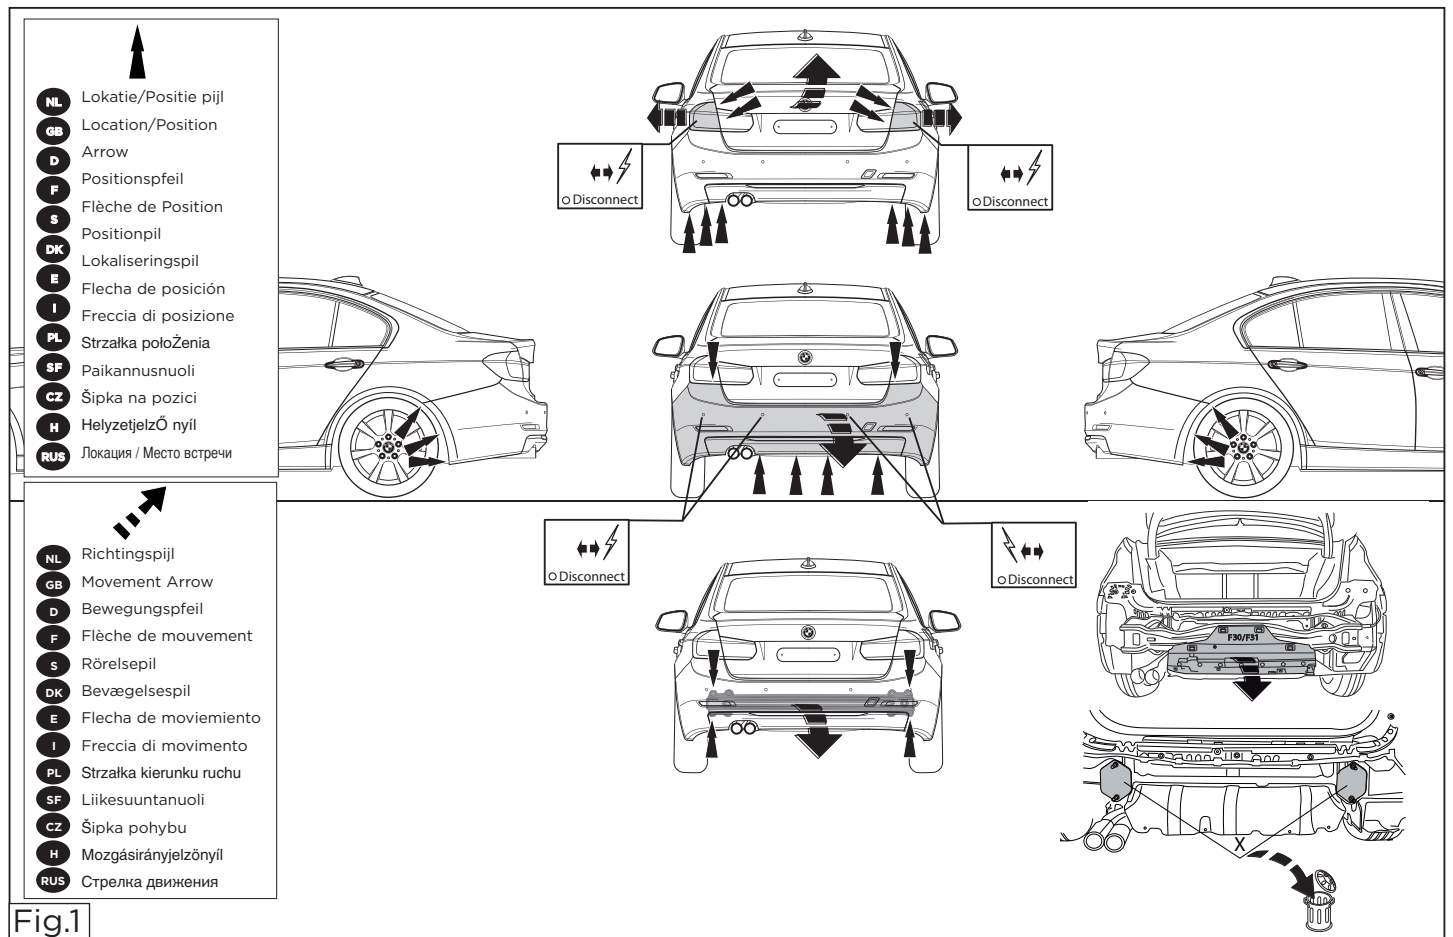

Fig.1
1. Remove the rear-light units. See figure 1.
3. Remove the bumper and the steel buffer beam from the vehicle. Remove the plastic cap from the metal bumper. The buffer beam will no longer be needed. Remove any stickers that may be present at the points X of attachment. See figure 1.
1. Die Rücklichter abmontieren. Siehe Abbildung 1.
3. Die Stoßstange einschließlich des stählernen Stoßbalkens vom Fahrzeug abmontieren. Entfernen Sie die Kunststoffkappe von der Metallstoßstange. Der Stoßbalken wird nicht mehr benötigt. Gegebenenfalls die Aufkleber bei den Befestigungspunkten X entfernen. Siehe Abbildung 1.
1. Снять оба блока задних фар. См. рисунок 1.
3. Снять балпер вместе со стальным брызгным брусом автомобиля. Снять пластмассовый корпус с металлического брызгного бруса. Удалить наклейки на местах крепления X. См. рисунок 1.
1. Démonter les feux arrière. Voir la figure 1.
1. Demonter baglysenhederne. Se fig.1.